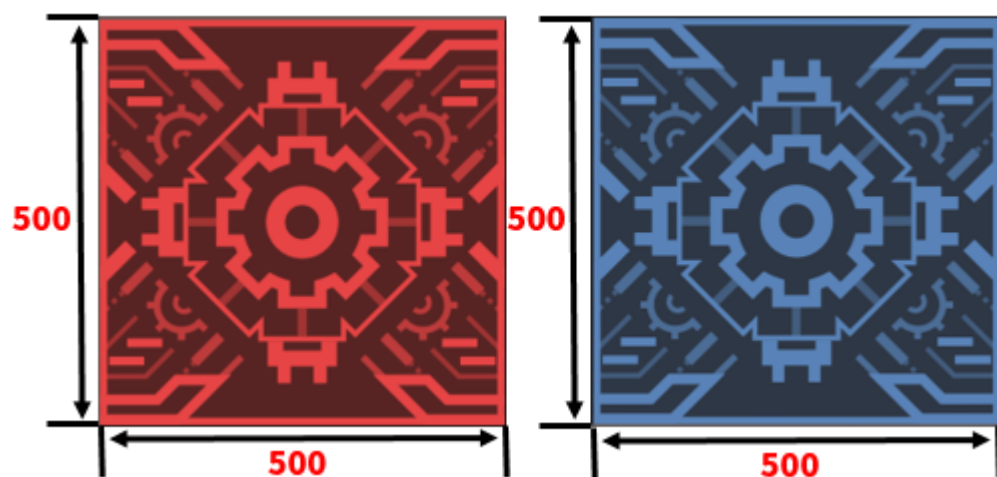

图 3.4 启动区示意图
(1) **启动区**: 场地中分布的 4 个用于比赛中机器人开始或停止运动的区域, 如图 3.4 所示外围边框尺寸为 500*500mm。